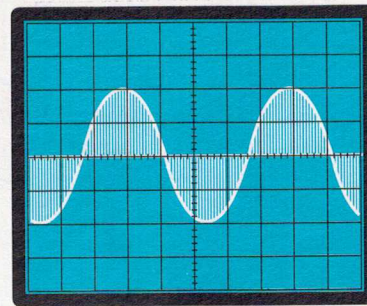

Fig.15 A continuación debéis girar el cursor del trimmer R51 hasta obtener esta figura. Para ajustar el trimmer R19 leed lo que se escribe en el artículo.
- A continuación podéis girar el cursor del trimmer **R51** hasta que obtengáis una señal idéntica a la que se observa en la fig.15.